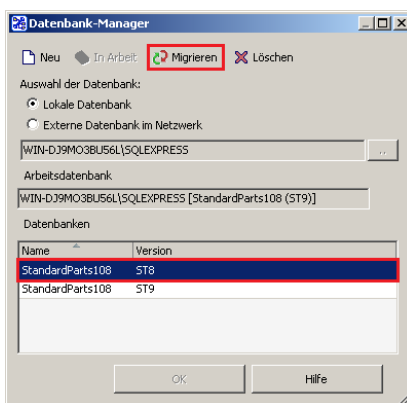

Abbildung 25
- 8.2. Wählen Sie Ihre bisherige Arbeitsdatenbank (hier: die der ST8) aus und klicken Sie auf den Button *Datenbank migrieren* (Abb. 25) und bestätigen Sie die Nachfrage mit einem Klick auf *Ja*.